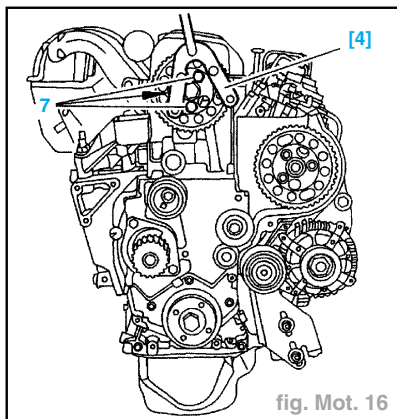

fig. Mot. 16
- Maintenir le pignon à l'aide de l'outil [4] 6016-T pour dévisser les vis (7) (fig. Mot. 16).
- Serrer les vis (7) et (8) à **2,3 daN.m** (fig. Mot. 16 et 17) (maintenir les pignons à l'aide de l'outil [4]).
- Desserrer les vis (7) et (8) de 360° (fig. Mot. 16 et 17).
- Serrer les vis (7) et (8) à **2,3 daN.m** (fig. Mot. 16 et 17).